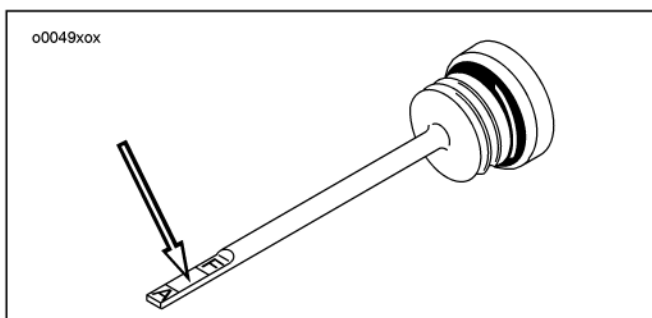

Figura 50. Tappo di rabbocco/astina dell'olio del cambio
3. Vedere la Figura 50. Togliere il tappo filettato di rabbocco/astina girandolo in senso orario e estraendolo.